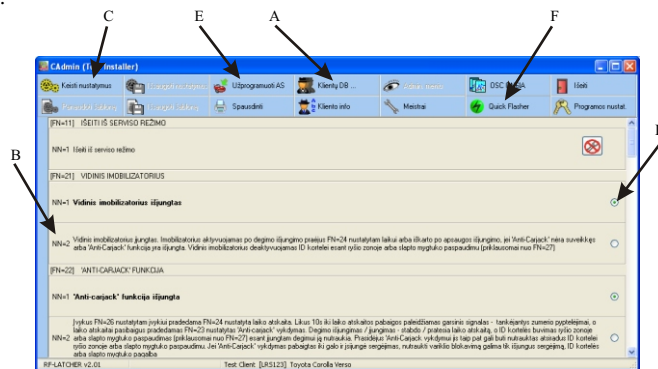

Рис. 3. «CAdmin». Окно установок.
- щелкните иконку «БД клиентов» (см. рис. 3-А);
- двойным щелчком на заново созданной записи клиента откройте таблицу с начальными заводскими установками системы тревожной сигнализации (см. рис. 3-В);
- для изменения установок щелкните иконку «Редакт. установки» (см. рис. 3-С) и в показываемом списке опций выберите желаемые установки (щелкая кружки выбора). Отмеченный кружок означает выбранную установку (см. рис. 3-Д);
- когда сделаны все изменения еще раз щелкните иконку «Редакт. установки» – выключится возможность изменения установок, щелкните иконку «Запрос. ОС» (см. рис. 3-Е) – будет начата процедура обновления установок системы тревожной сигнализации;